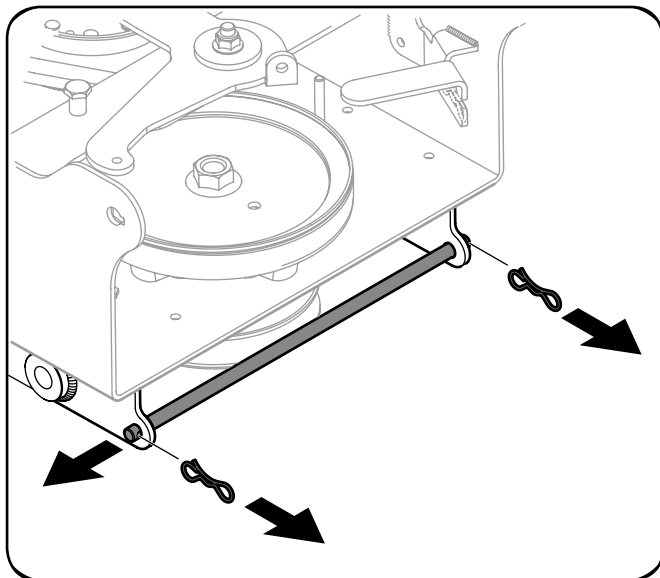

Рисунок 3-4
2. Извлеките палец, находящийся в тыльной части несущей платформы. Сохраните шпильки и палец, так как они понадобятся впоследствии при сборке (см. рис. 3-4).